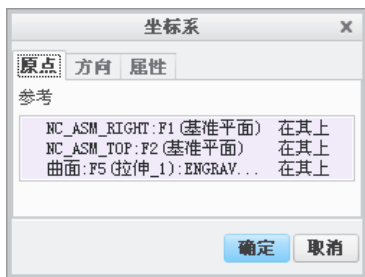
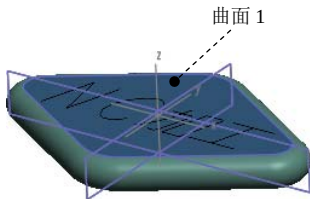

图 3.7.5 “坐标系”对话框
图 3.7.6 创建坐标系
Step5. 机床坐标系设置。在“操作”操控板中单击按钮，在弹出的菜单中选择命令，系统弹出图 3.7.5 所示的“坐标系”对话框。按住 Ctrl 键依次选择 NC_ASM_RIGHT、NC_ASM_TOP 基准面和图 3.7.6 所示的模型表面作为创建坐标系的三个参考平面，单击按钮完成坐标系的创建，返回到“操作”操控板。